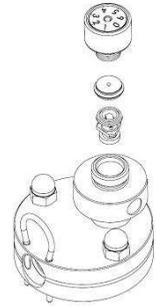

Abb. 17
⚠ Saugrohr-Bohrung nach rechts, nicht nach hinten (Abb. 17)!
- Setzen Sie das Rückschlagventil und die Luftdüsenplatte in das Luftregulierungsgehäuse ein und setzen Sie die Luftregulierungsschraube auf (Abb. 17).